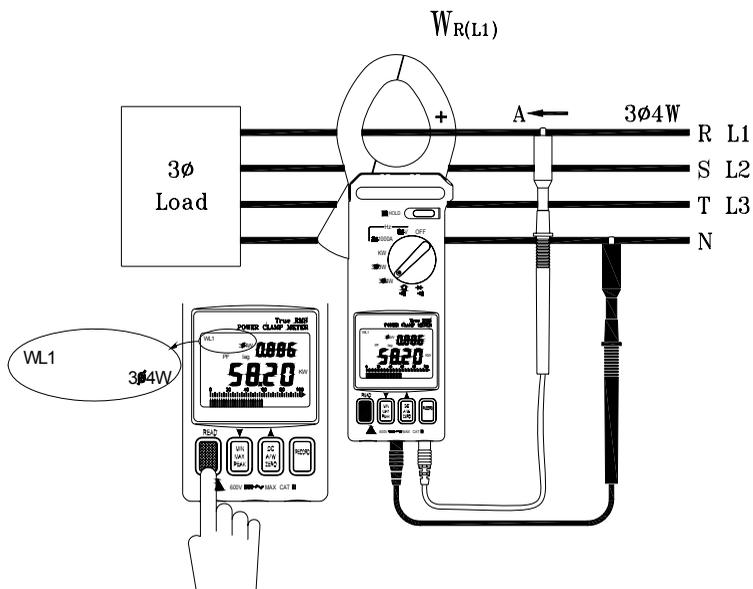

Figura 7
B. Misura $W_{S(L2)} / P_{FS(L2)}$ (consultare figura 7)